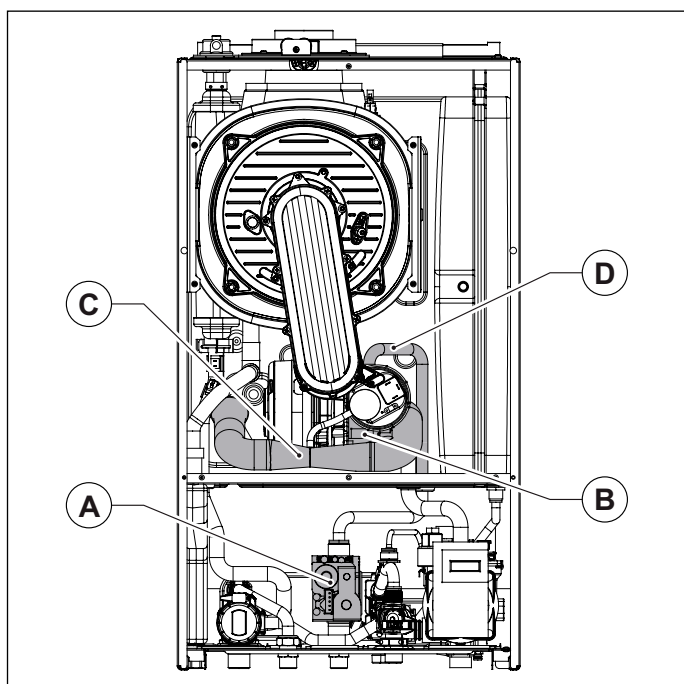

Fig. 42 Marmitta di aspirazione
- Rimuovere la marmitta di aspirazione, avendo cura di svitare prima la vite che la fissa al miscelatore (vedi Fig. 42 Marmitta di aspirazione).
- Scollegare il tubo gas dal miscelatore (vedi Fig. 42 Marmitta di aspirazione).